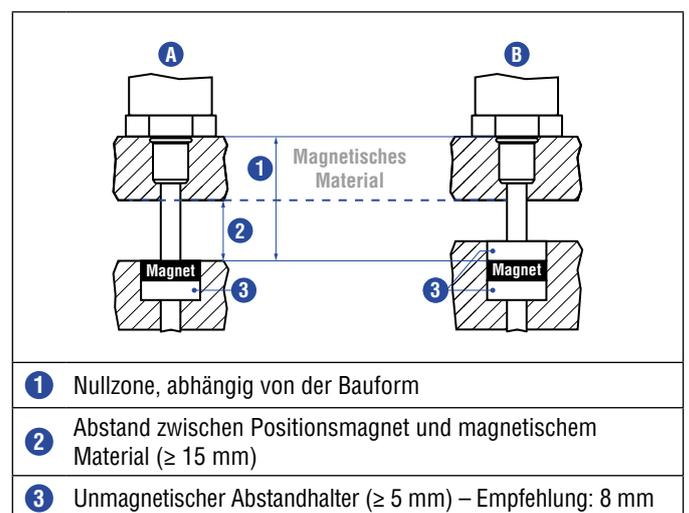

Abb. 48: Einbau mit magnetischem Material
- Der minimale Abstand zwischen Positionsmagnet und magnetischem Material beträgt 15 mm (Abb. 48).
- Beachten Sie die Maße in Abb. 48 bei der Nutzung von magnetischem Material.
Bei der Verwendung von magnetischem Material die in Abb. 48 dargestellten Maße unbedingt beachten.